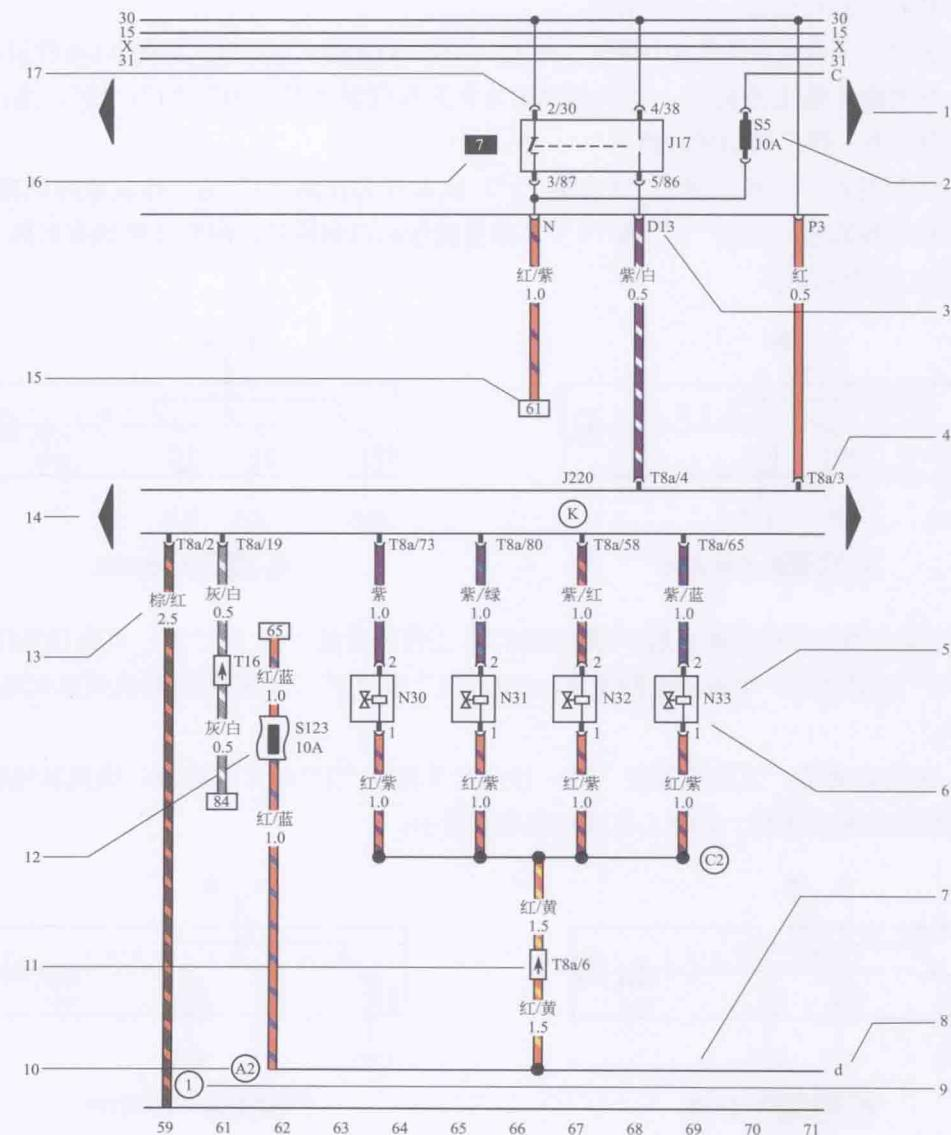
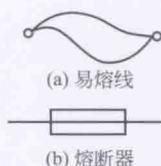

图1-1-13 上海大众汽车电路图
图1-1-14 易熔线和熔断器符号
上海大众汽车电路图中各种符号表达的含义, 如图 1-1-13 所示。
- 2：表示保险丝代号。图1-1-13中S5表示该保险丝位于保险丝座第5号位置，大小是10A（安培）。当电路中流过超过规定的过大电流时，汽车电路保险装置能够切断电路，从而防止烧坏电路连接导线和用电设备，并把故障限制在最小范围内。汽车上的保险装置主要有熔断器、易熔线和断路器等，如图1-1-14所示。